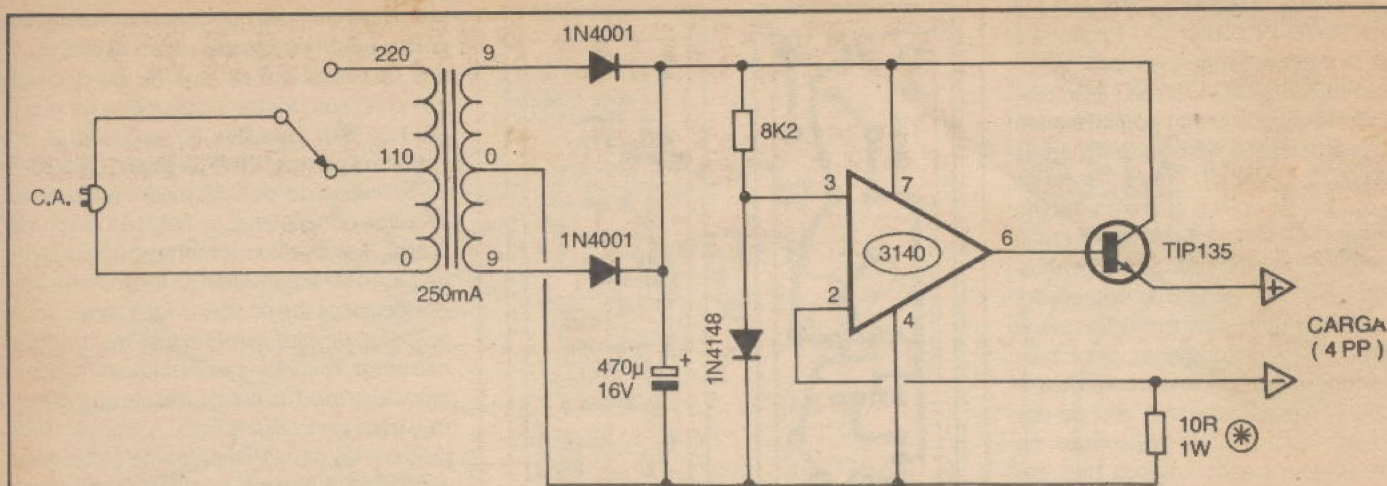

Fig.1
- FIG. 1 - DIAGRAMA ESQUEMÁTICO DO CIRCUITO -